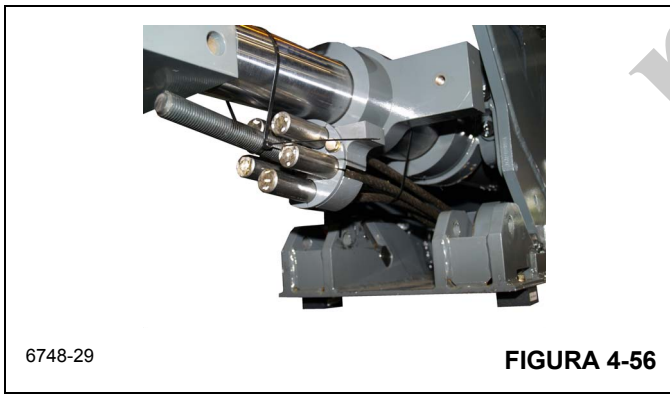
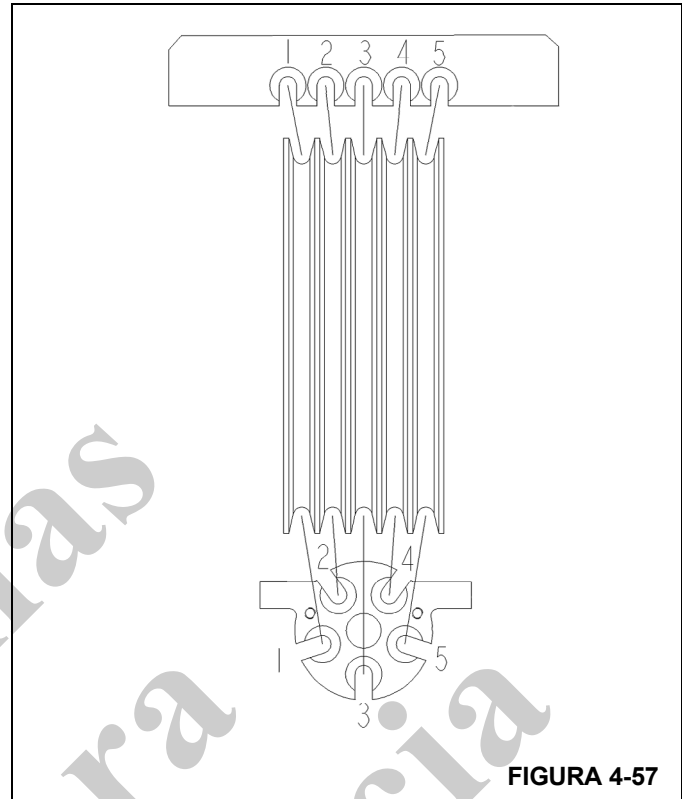

FIGURA 4-56
FIGURA 4-57
20. Instale os cabos de extensão na placa de retenção redonda (Figura 4-56 e Figura 4-57).